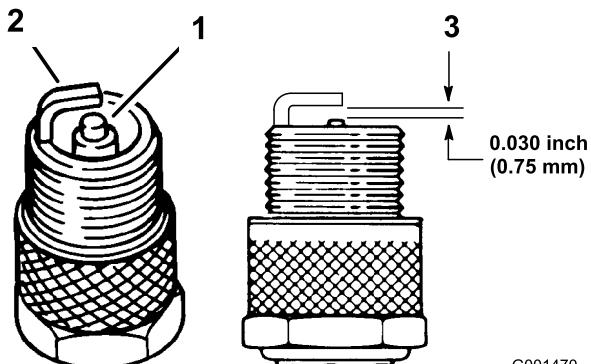

Figure 39
1. Examinez le centre de la bougie (Figure 39). Si le bec de l'isolateur est recouvert d'un léger dépôt gris ou brun, le moteur fonctionne correctement. S'il est recouvert d'un dépôt noir, cela signifie généralement que le filtre à air est encrassé.
3. Contrôlez l'écartement entre l'électrode centrale et l'électrode latérale (Figure 39).
**Remarque:** Courbez l'électrode latérale (Figure 39) si l'écartement est incorrect.
3. Branchez la bougie (Figure 39).